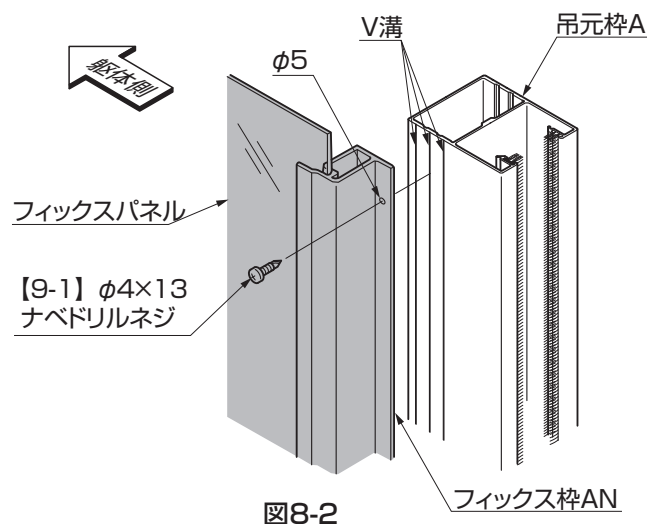

図8-2
- ⑤フィックス枠ANを【9-1】で吊元枠へ取付けてください。(図8-2参照)
- 吊元枠へのフィックス枠ANは、吊元枠A側面の3本のV溝内に納まる位置で固定してください。V溝から外れると折戸パネルの開閉に不具合を生じるおそれがあります。また、内収納の場合はフィックス枠ANを吊元枠A側面の一番躯体側のV溝に取付けてください。(図8-2参照)